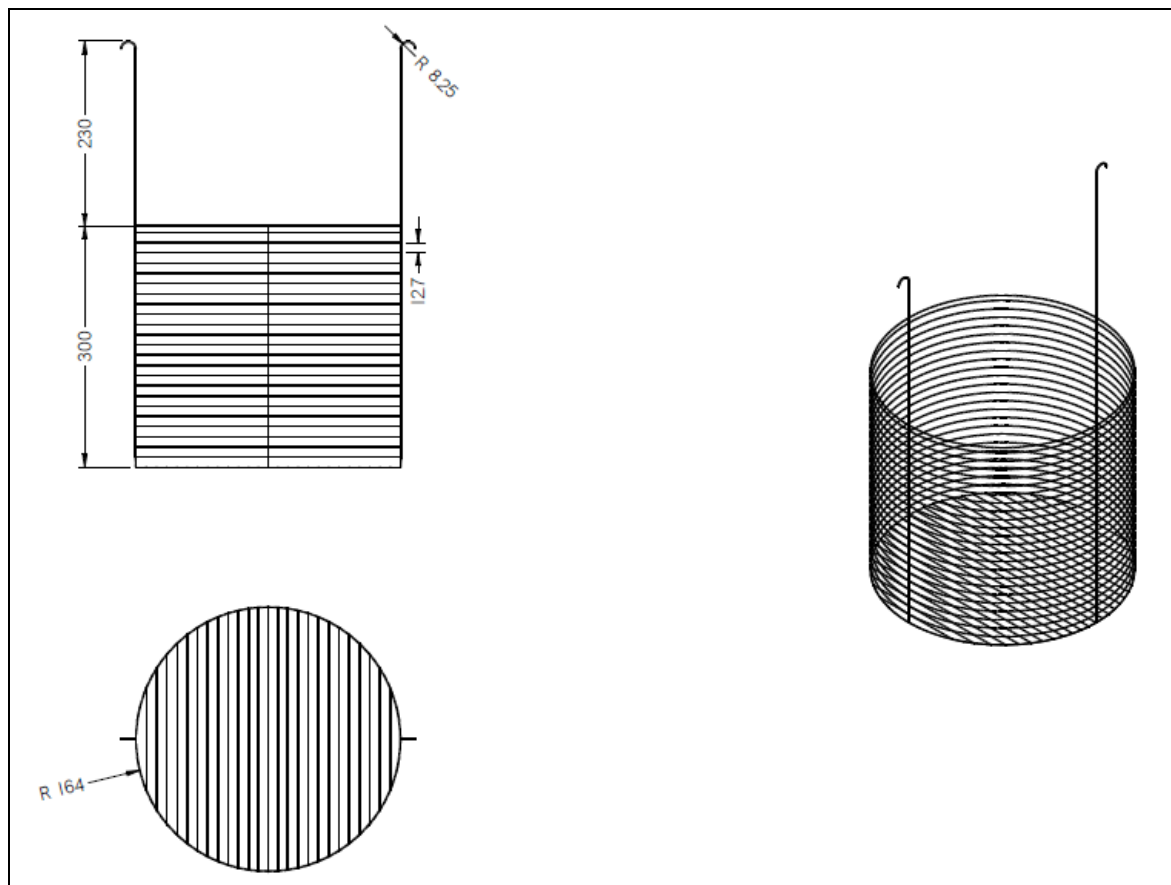

Figura 1 - Gaiola
5.5_ Gaiola de tela de arame ou chapa perfurada (Figura 1);